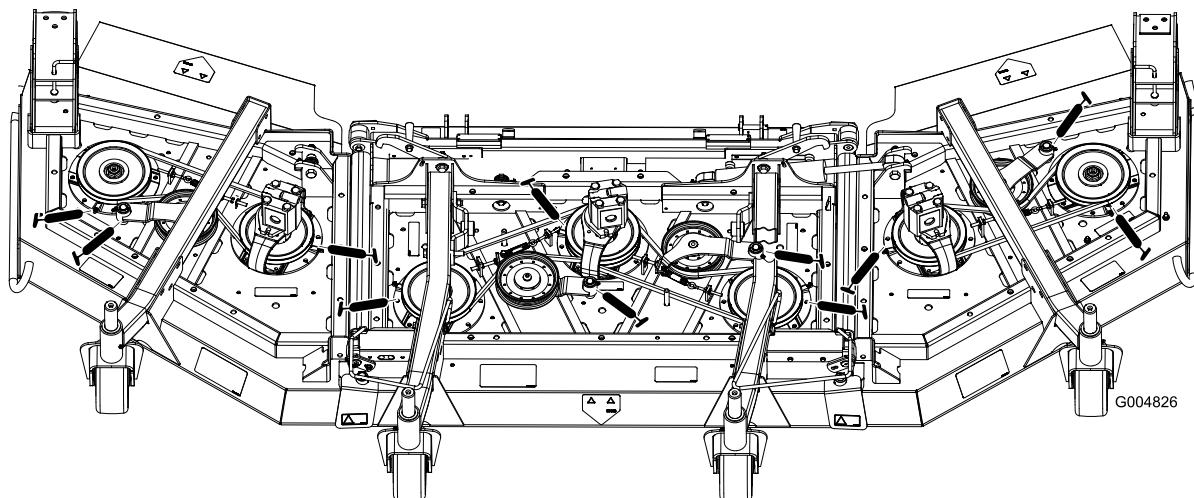

Figura 41
- Rolamentos do eixo (3) (debaixo da polia) (Figura 41)
- Casquilhos articulados do braço intermédio (2) (Figura 41)